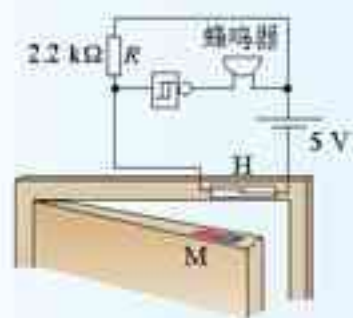

图 6.4.4 防盗报警电路
- 图 6.4.4 是一个简单的磁控防盗报警装置。门的上沿嵌入一小块永磁体 M，门框内与 M 相对的位置嵌入干簧管 H，并且将干簧管接入图示的电路。睡觉前连接好电路，当盗贼开门时，蜂鸣器就会叫起来。